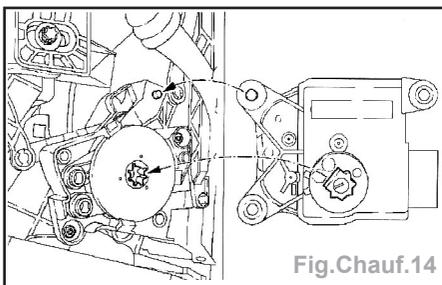

Fig.Chauf.14
- Mettre en place le servomoteur dans le guide d'entraînement central (flèches) et reposer les 2 vis (Fig.Chauf.14).